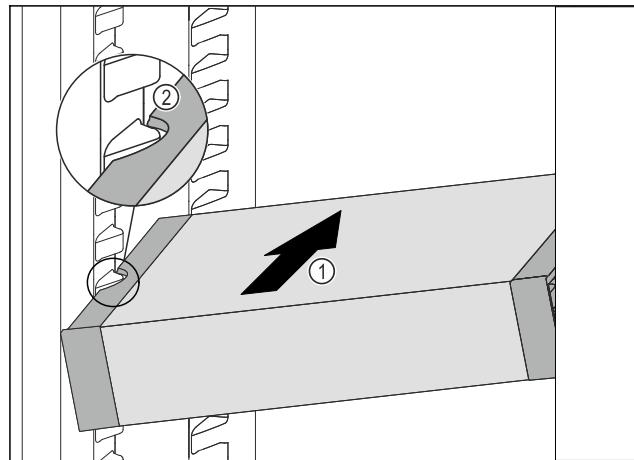

Fig. 93
- Вставити висувний ящик VarioSafe під кутом в охолоджувальне відділення Fig. 93 (1), доки бокові поглиблення Fig. 93 (2) VarioSafe не будуть розташовуватися на рівні ребра для ємності в охолоджувальному відділенні.